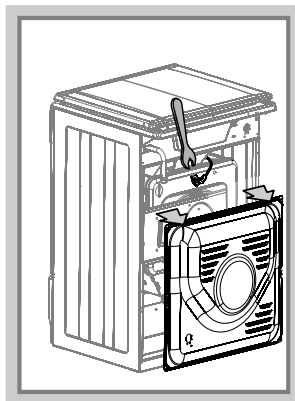

Рис.20
- при помощи ключа выкрутить и заменить сопло (рис. 20). Если доступ затруднен, нужно: